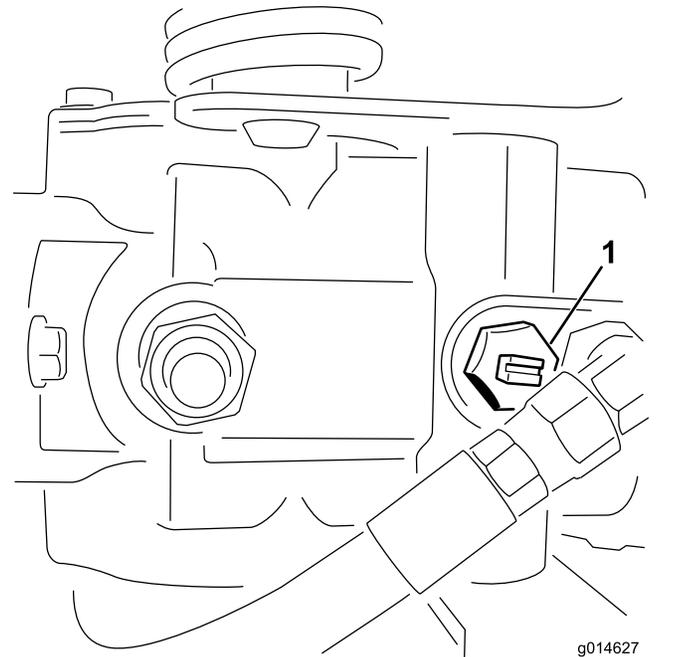

Figura 42
1. Localice la válvula de desvío en la bomba y gírela hasta que la ranura esté en posición vertical (Figura 42).
horizontal (Figura 42). No arranque el motor con la válvula abierta.